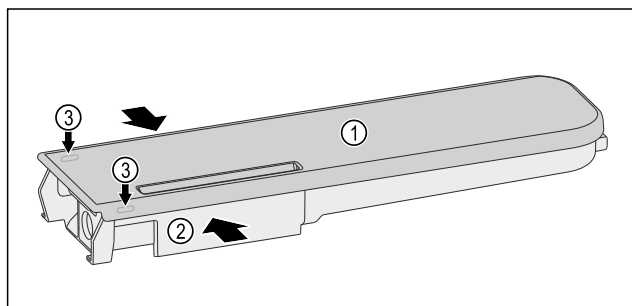

Fig. 195
- ▶ 挤压水容器 Fig. 195 (2)，然后小心地将盖子 Fig. 195 (1) 从锁定凸耳 Fig. 195 (3) 上撬起并向上拉。
- ▶ 略微来回移动盖子 Fig. 195 (1)，然后将其向上取下。